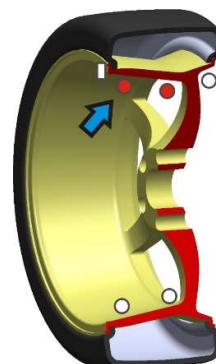

Rys. 15
- Przyklej ciężarek do felgi (Rys. 15).